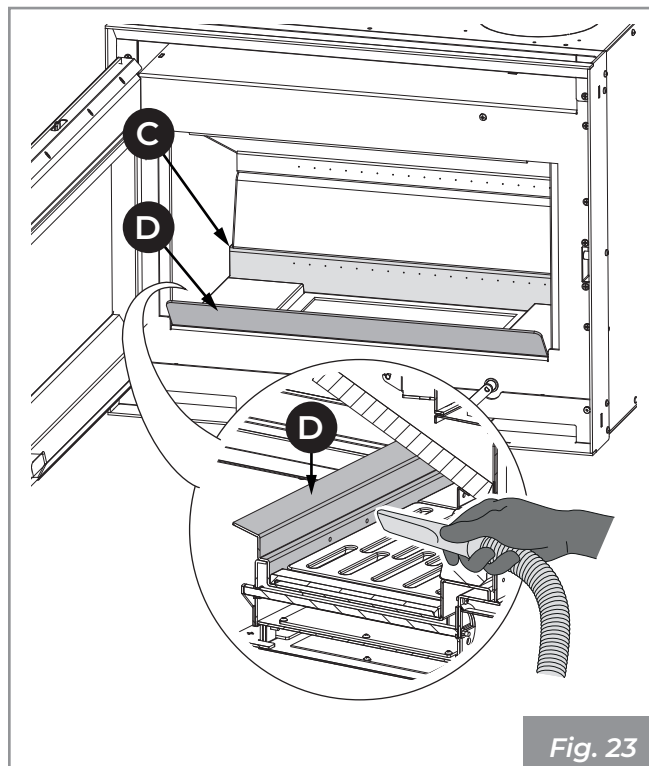

Fig. 23
- 2) Estrarre il cassetto cenere (B) dal basamento ed aspirare l'eventuale cenere depositata nei vani sottostanti (Fig. 23).
- 3) Aspirare i fori posteriori (C) e anteriori (D - ove previsti) del distributore aria comburente al fine di evitare eventuali accumuli di cenere (Fig. 23).